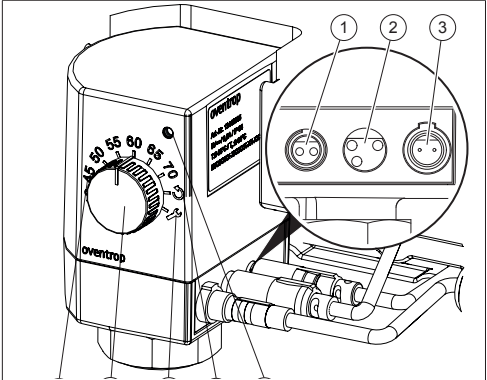

Fig. 1: Moteur avec réglage intégré de la température d'E.C.S.
- Avant de procéder au montage du moteur, le moteur déjà en place doit d'abord être démonté. Pour le démontage, positionner le moteur sur « Mode service » (voir Fig. 1). Par cette manœuvre, le moteur ouvre et le démontage est facilité.
- Raccorder les raccordements à emboîtement au moteur (voir Fig. 1).